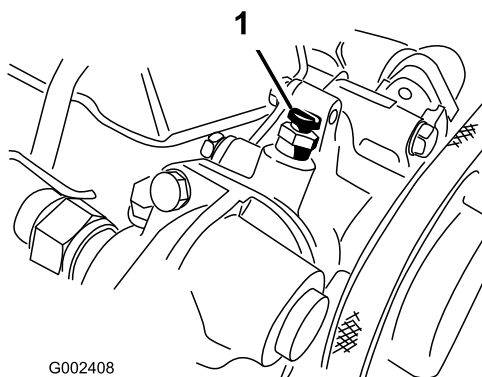

Figura 61
6. Desaperte o parafuso de purga na parte superior da bomba de água (Figura 61).